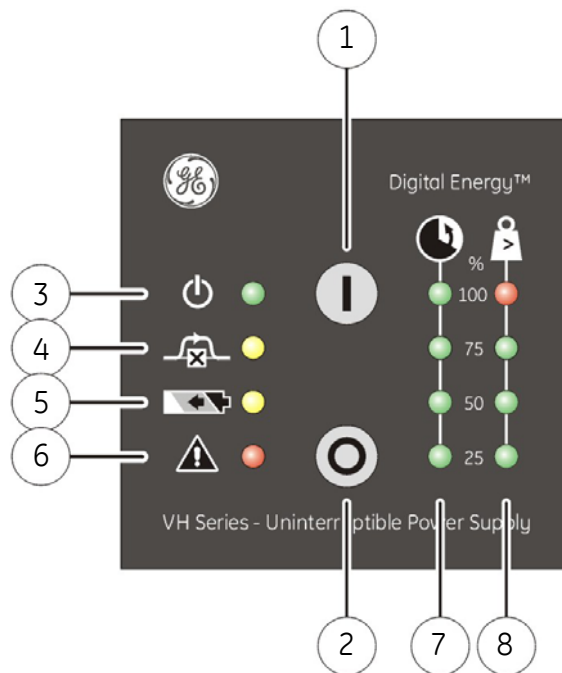

Abb. 4.1: Bedienfeld
Drücken Sie kurz die Taste 'I' (1, Abb. 4.1); Die Betriebs-LED (bereits langsam blinkend) beginnt zunächst, schneller zu blinken und nach einigen Sekunden konstant zu leuchten, um anzugeben, dass die Einheit gestartet wurde.
- 1 Drücken Sie 1 Sekunde auf Taste '0' (2, Abb. 4.1). Wird die USV ausgeschaltet, so bleibt die Ausgangsspannung für mindestens einige Sekunden abgeschaltet.